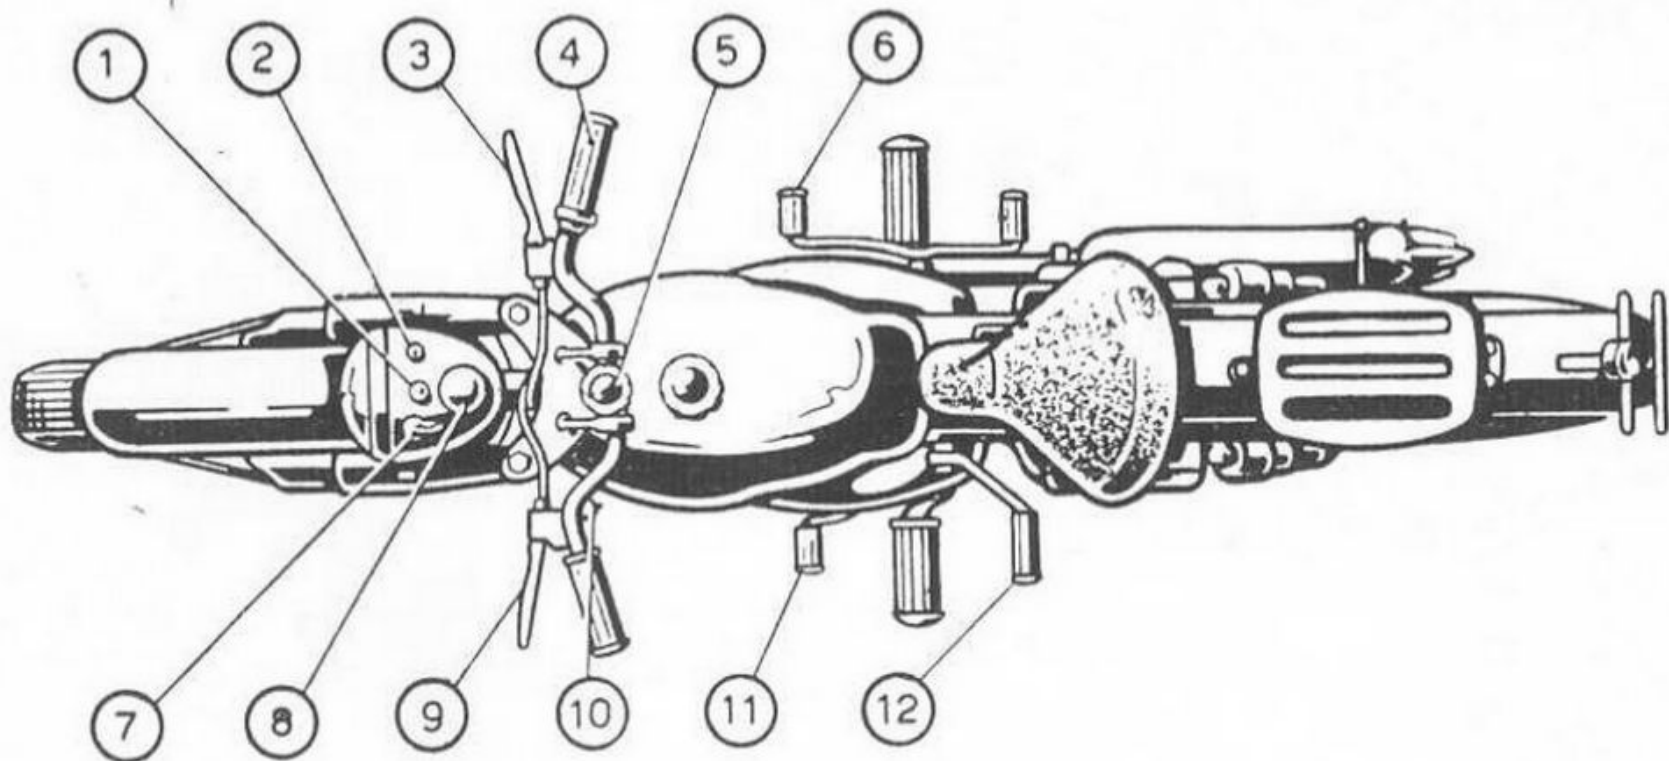

Fig. 2 - Sistemazione dei comandi.
La manopola destra del manubrio (vedi fig. 2) è collegata al comando gas: girandola avanti l'immissione viene ridotta, girandola indietro l'immissione viene aumentata; sempre a destra del manubrio è montata la leva del freno anteriore. Al centro è sistemata la manopola del frenasterzo e a sinistra del manubrio medesimo è montata la leva comando innesto; pure a sinistra sono montati il pulsante dell'avvisatore elettrico e la levetta dell'anabbagliante.
- e) **spingere** a fondo la chiavetta d'accensione 2 nella serratura montata sulla destra (vedi fig. 2) della calotta del proiettore;
- f) **ruotare verso se stessi** — per un quarto circa della sua corsa — la manopola 4 (vedi fig. 2) del gas;